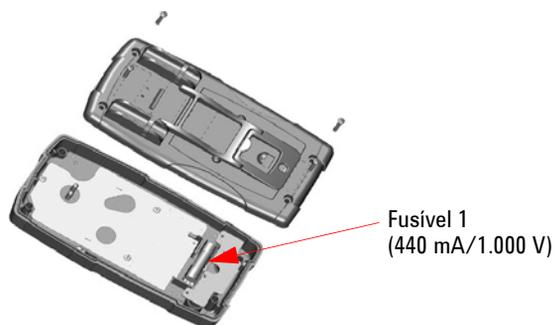

Figura 4-2 Troca do fusível 1
- 3 Remova o fusível 1 defeituoso cuidadosamente, puxando uma das extremidades e removendo-o do respectivo suporte; consulte a Figura 4-2.